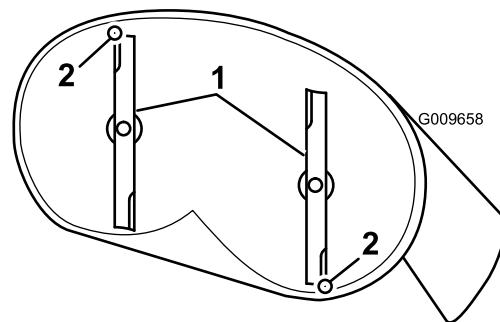
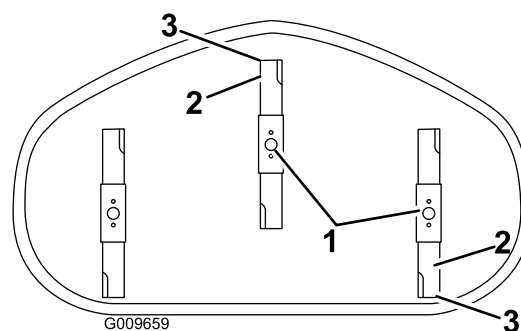

Figure 51
Figure 52
4. Faites pivoter les lames avec précaution pour faire passer les pointes avant à l'arrière (Figure 51 et Figure 52).
5. Mesurez la distance entre la pointe de la lame avant et la pointe de la lame arrière par rapport à la surface plane (Figure 51 et Figure 52). Si la pointe avant de la lame n'est pas de 1,6 à 7,9 mm (1/16 à 5/16") plus basse que la pointe arrière, réglez le contre-écrou avant.
8. Une fois le réglage effectué, vérifiez à nouveau l'inclinaison avant/arrière des lames. Poursuivez le réglage de l'écrou jusqu'à ce que la pointe avant de lame soit de 1,6 à 7,9 mm (1/16 à 5/16") plus bas que la pointe arrière (Figure 51 et Figure 52).